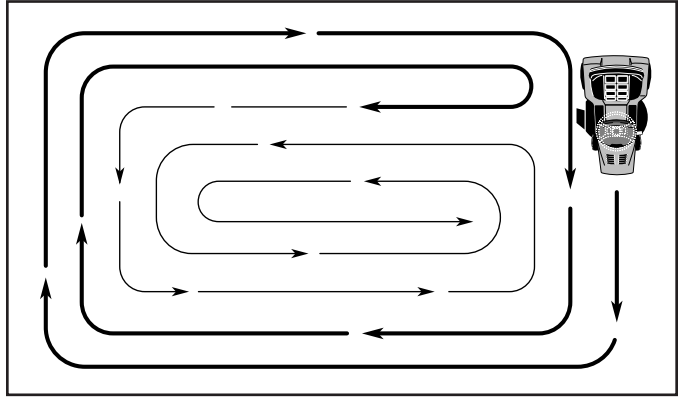

Fig. 13
• Pour tondre une grande surface, on vous conseille de commencer par tourner à droite, de façon à ce que l'herbe ne soit pas déversée sur les arbustes, les clôtures, les allées, etc. Après un ou deux tours, tondez en sens inverse en tournant à gauche jusqu'à ce que le travail soit achevé (Voir la Fig. 13).